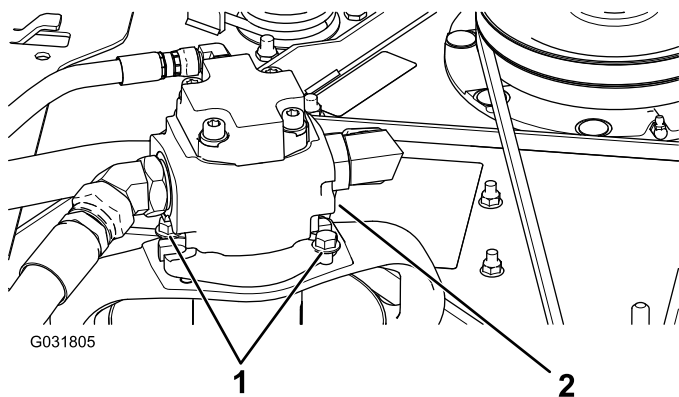

Figure 94
5. Enlevez les boulons qui fixent le moteur hydraulique à l'unité de coupe (Figure 94).
3. Enlevez les boulons qui fixent le moteur hydraulique à l'unité de coupe (Figure 94).